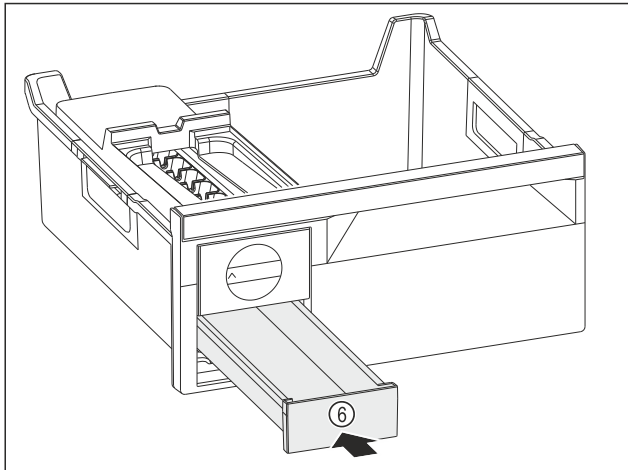

Fig. 79
- ▶ Eiswürfelschubfach Fig. 79 (6) einschieben.